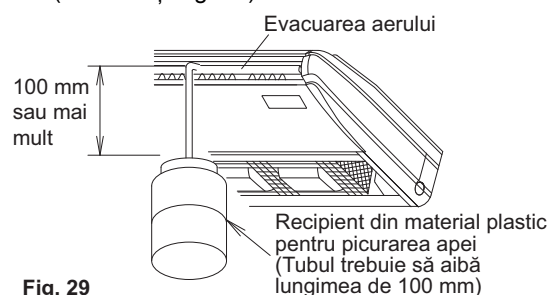

Fig. 29
- (2) După finalizarea tubulaturii, verificați dacă golirea decurge lin.
- Turnați treptat circa 0,6 litri de apă pentru confirmarea golirii în tava de golire din orificiul de evacuare a aerului. (Consultați Fig. 29)